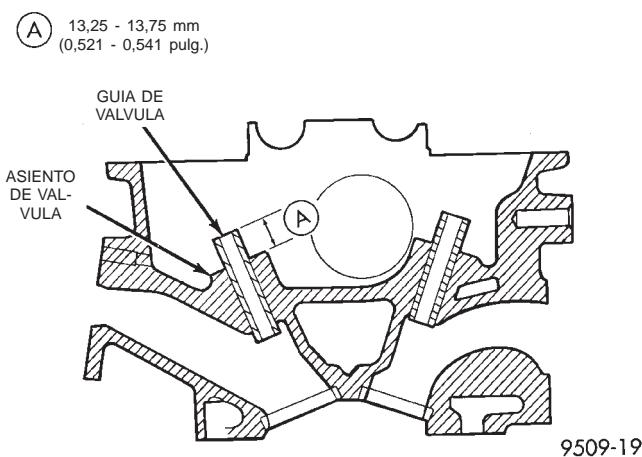

Fig. 104 Altura de guía de válvula
(3) Verifique la altura de la guía de válvula (Fig. 104).